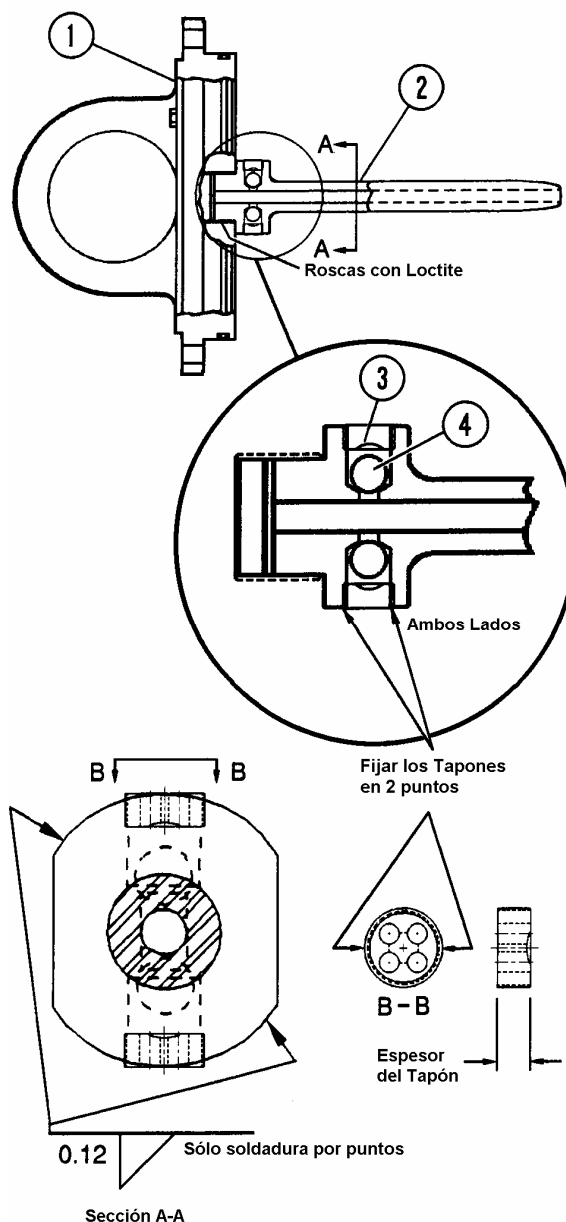

FIGURA 8-21. MONTAJE DE LA BOLA DE RETENCION Y TAPON
1. Los tapones (3, Figura 8-21) y las bolas de retención (4) en la vaina se deben revisar durante cualquier reparación del cilindro para asegurarse que los tapones estén apretados y los asientos de bola no estén dañados. Consulte Montaje de las Bolas de Retención y Tapones en la Vaina en la página siguiente.
2. Asegure el conjunto de la tapa (1) en un soporte firme. Asegúrese que las roscas en la tapa y en la vaina estén limpias, secas y libres de aceite y solvente.
3. Usando Loctite LOCQUIC® Primer T, (número de parte Komatsu TL8753 o equivalente) rocíe las roscas de acople del conjunto de la tapa (1) y de la vaina (2). Deje que se seque el imprimador por 3 a 5 minutos.
6. Suelde la vaina en dos puntos como se muestra en la Figura 8-21.
Las bolas de retención (4, Figura 8-21) en el costado del conjunto de la vaina (2) se mantienen en su lugar con tapones roscados (3).
- Si el área del asiento de la bola no está deformada, mida el espesor del tapón como se muestra en la Figura 8-21:
2. Use LOCQUIC® Primer T (número de parte Komatsu TL8753) o equivalente y aplique en las roscas de empalme de ambos tapones (3, Figura 8-21) y en el conjunto de la vaina (2). Deje secar el imprimador por 3 a 5 minutos.
4. Coloque las bolas de retención (4) en el tubo de la vaina y monte los tapones (3) con la cara cóncava hacia la bola. Usando la herramienta SS1158, apriete los tapones con un torque de **95 N.m (70 ft. lbs.)**. Deje que las partes curen por dos horas antes de exponer las áreas roscadas al aceite.
5. Fije las roscas del tapón en dos puntos (entre los orificios, como se muestra en la Figura 8-21) para evitar que se suelte el tapón.